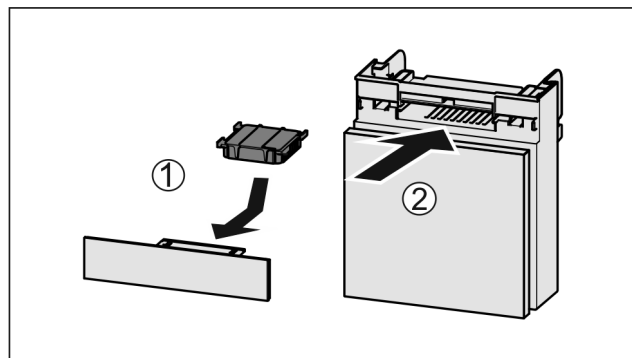

Fig. 227
- Filtr s aktivním uhlím vložte podle vyobrazení Fig. 227 (1).
- Zásuvku zasuňte Fig. 227 (2).